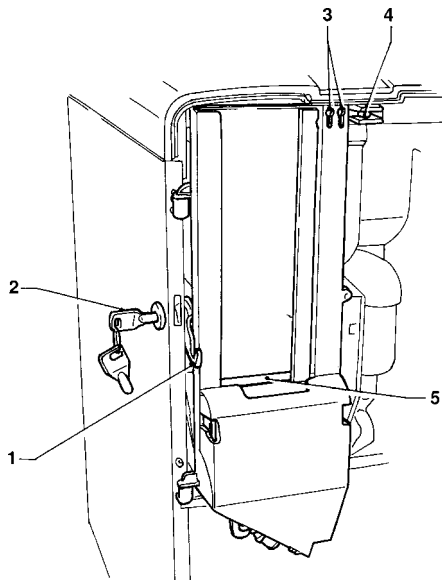

Abb. 1
Um die Anlage bei geöffneter Tür unter Spannung zu setzen, muß nur der Schlüssel in die entsprechende Schlüsselöffnung eingeführt werden (siehe Abb. 1). Das Schließen der Tür ist erst möglich, nachdem dieser Schlüssel abgezogen worden ist.
**Vor Betätigung der Konsole des Zucker- bzw. Rührstäbeverteilers, sich vergewissern, daß der Schlüssel (siehe Abb. 1) vollkommen im Uhrzeigersinn gedreht ist, um zu vermeiden, daß der Riegel des Schlosses mit dem Stäbebehälter in Berührung kommt.**
Das Stabgewicht (siehe Abb. 1) entfernen und die Rührstäbe einfüllen.